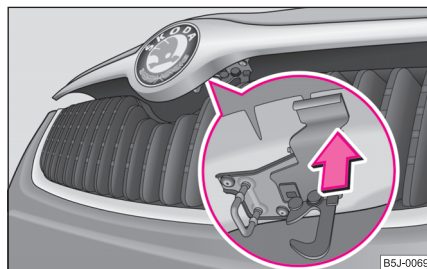

Fig. 155 Calandre: Fusible
- Appuyez sur la fixation ⇒ fig. 155, le capot se déverrouille.